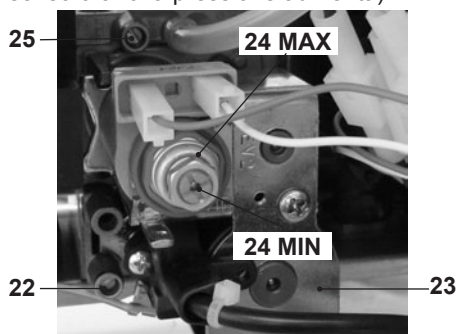

Fig. 7.10
Prelevare un'abbondante quantità d'acqua calda sanitaria. Confrontare il valore di pressione misurato con quello indicato nelle tabelle "Pressione gas massima al bruciatore" Fig. 7.11 e Fig. 7.12. Per tarare la pressione al bruciatore agire sul dado esagonale grande in ottone dell'operatore modulante 24 MAX in Fig. 7.10 (ruotando in senso orario la pressione aumenta).
e Fig. 7.16. Per tarare la pressione al bruciore agire sulla vite in plastica (24 MIN. in Fig. 7.10) tenendo fermo il dado esagonale in ottone grande (24 MAX. in Fig. 7.10) dell'operatore modulante (ruotando in senso orario la pressione aumenta).
- **Chiudere molto bene la presa di pressione 25 in Fig. 7.10.**
- Aprire la presa di pressione in Fig. 7.10 e collegare un manometro.
- Chiudere bene la presa di pressione 25 indicata in Fig. 7.10.